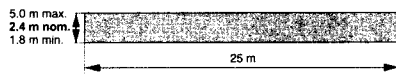

fig. 1e
- Monteer de detector op een hoogte tussen 1,8 en 3,0 m voor de EV435AM/EV436AM (fig. 1c), en 1,8 en 5,0 m voor de EV455AM/EV456AM (fig. 1e).